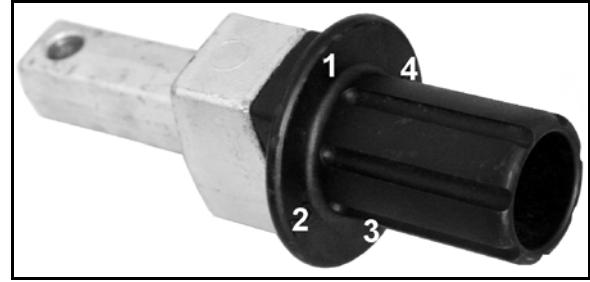

Bild 42
Fininställningen görs genom att excenterbulten vrids (Bild 42) från position 1 till position 4.
4. Vrid excenterbulten (Bild 42).